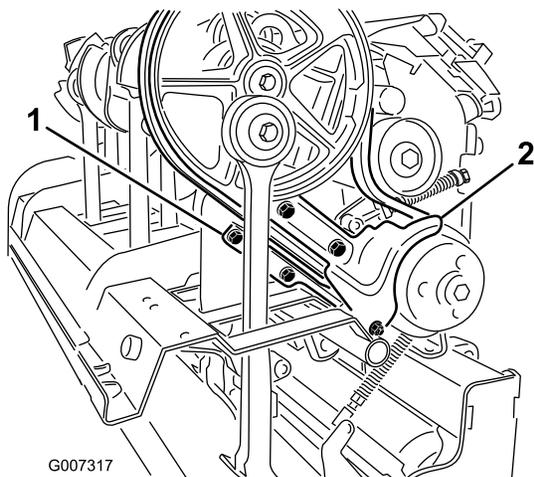

Figura 36
3. Rimuovete i dispositivi di fissaggio che ancorano il carter dello sporco e il carter della cinghia inferiore (Figura 36). Rimuovete il carter dello sporco e il carter della cinghia inferiore.